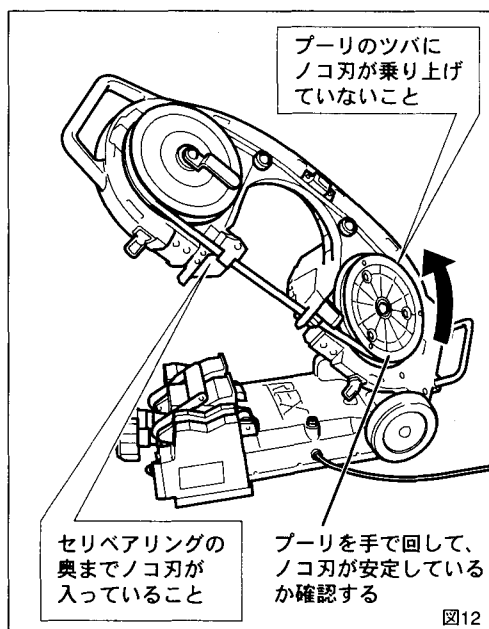

図12
4. ノコ刃の交換 (図7～図12)
取付けの確認 (図12)